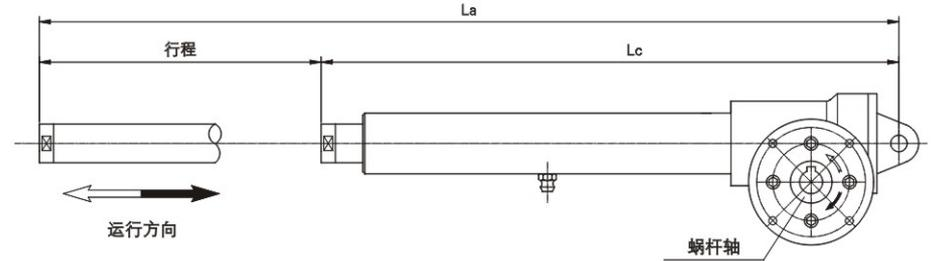

图1.1 推杆长度的极限值: 最小值(Lc)和最大值(La)
注意：调整推杆的长度不要超过其极限值(最小值Lc、最大值La, 参见图1.1)
1.3.2 参见图1.1 判断输入轴的旋转方向和推杆的螺旋运动方向。